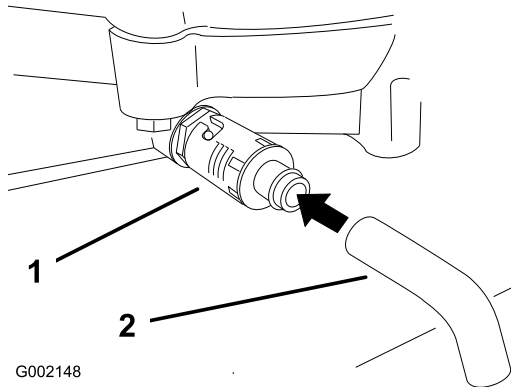

Figura 31
4. Amplasai o tavă sub orificiul de golire. Rotii supapa de golire a uleiului pentru a permite scurgerea acestuia (Figura 31).